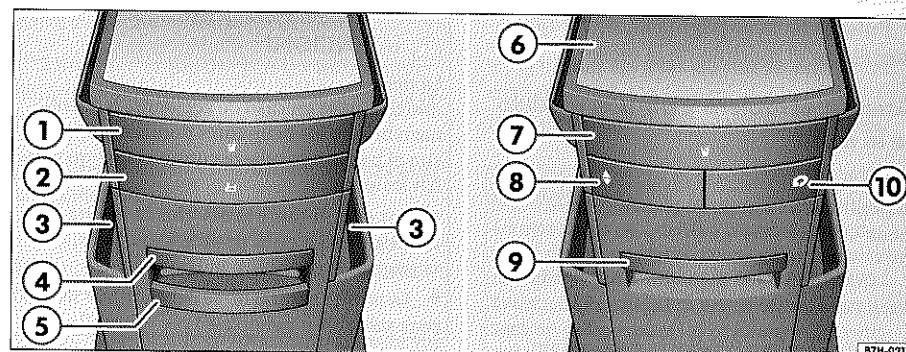

Fig. 77 Elementos de la mesita central
- Levante las asas ⇒ fig. 77 ④ y ⑨ y manténgalas en esta posición.
- Coloque las asas ④ y ⑨ en la posición original para bloquear la mesita en las guías. ▶
- Pulse la tecla ⇒ página 87, fig. 77 ⑧ para elevar el módulo de la mesa.
- Mantenga pulsada la tecla ⇒ página 87, fig. 77 ⑩ y gire el módulo de la mesa un poco hacia la izquierda o hacia la derecha.
- Suelte la tecla ⑩ y siga girando el módulo hasta que encastre.
- Levante las asas ⇒ página 87, fig. 77 ④ y ⑨ al mismo tiempo y manténgalas en esta posición.